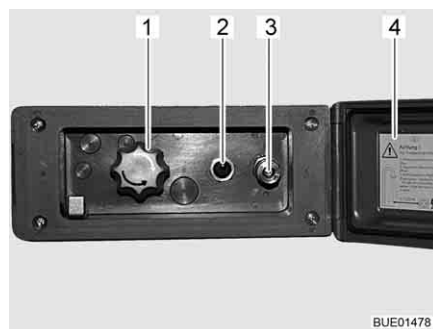

Fig. 161 Branchement de la douche extérieure
- Déverrouiller et ouvrir le couvercle (Fig. 161,4).
- Brancher le flexible de la douche extérieure sur la fermeture rapide (Fig. 161,3).
- Allumer la pompe à eau avec le commutateur (Fig. 161,2).
- Régler la température de l'eau selon ses désirs avec le bouton rotatif (Fig. 161,1).
- Éteindre la pompe à eau avec le commutateur (Fig. 161,2).
- Fermer le couvercle (Fig. 161,4) et verrouiller avec la clé.
- Placer le bouton rotatif (Fig. 161,1) sur la position intermédiaire.